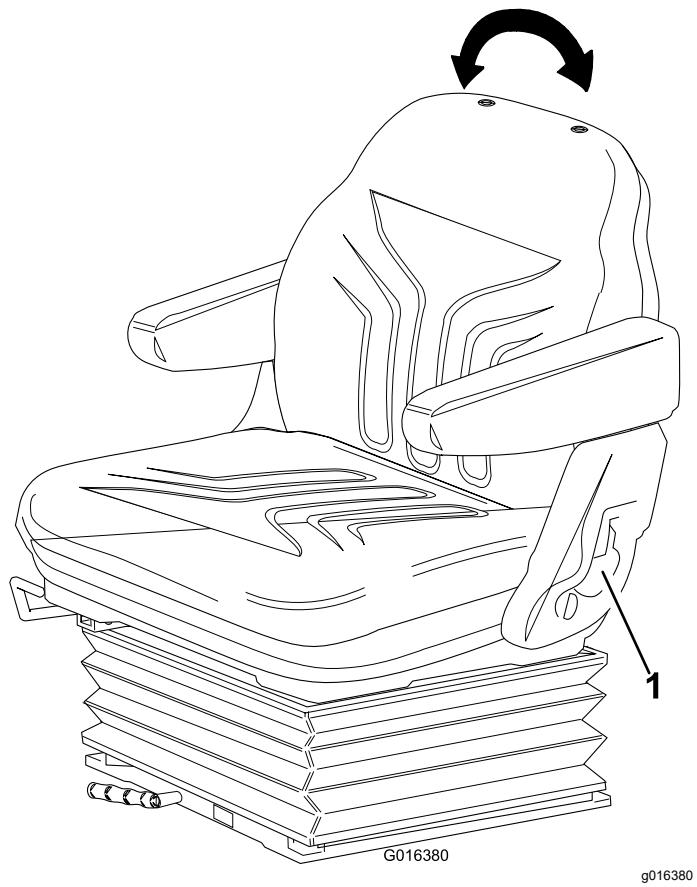

Figura 25
- Tirate la maniglia verso l'esterno per regolare l'angolo dello schienale del sedile (Figura 25).